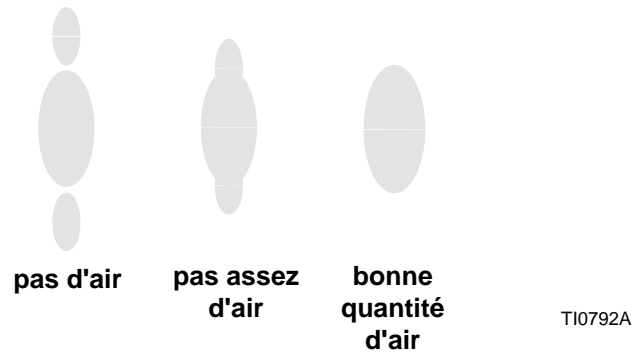

FIG. 6. Problèmes de jet de pulvérisation
2. Consultez la FIG. 6. Réglez la pression d'air de pulvérisation sur environ 35 kPa (0,35 bar, 5 psi) lors du déclenchement. Vérifiez le jet de pulvérisation, puis augmentez lentement la pression d'air jusqu'à ce que les extrémités soient complètement pulvérisées et intégrées au jet de pulvérisation. Veillez à ce que la pression d'air ne dépasse pas 0,7 MPa (7 bars, 100 psi).